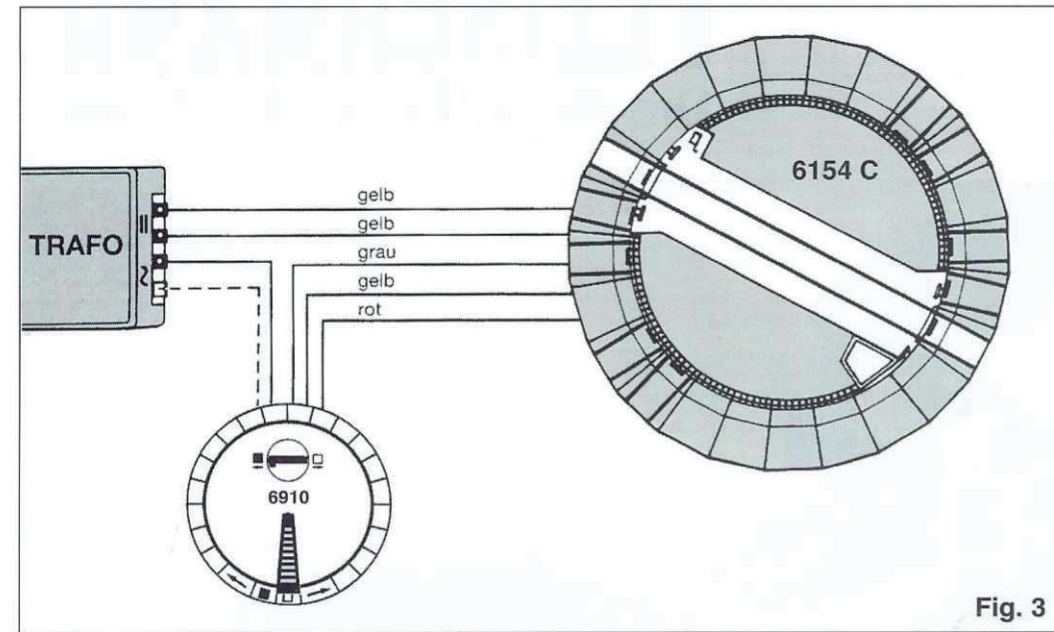

Fig. 3
anderen Gleise bleiben stromlos, so dass jederzeit Lokomotiven abgestellt werden können. Während des Drehens der Bühne muß der Fahrstrom ausgeschaltet bleiben. Bei digitalem Betrieb der Anlage darf die gelbe Zwillingslitze nicht an den digitalen Trafo, sondern muß an das lila und lila/weiße Kabel der Steuergeräte 6800, 6802, 6803 (C) angeschlossen werden (Fig. 3).
Connecting current to the platform: The twin yellow wires of the turntable should be connected to the clips for the D.C. on the transformer. Current for the rail itself depends on the position of the platform. Thus only the line from the turntable is provided with current. All the other lines remain without current, making it possible to leave locos there. Current must be turned off when the platform is being turned. If operating the layout digitally, then the twin wires should not be connected to the digital transformer, but connected to the lilac and lilac/white of the controller 6800, 6803 (C) or 6802. (fig. 3).